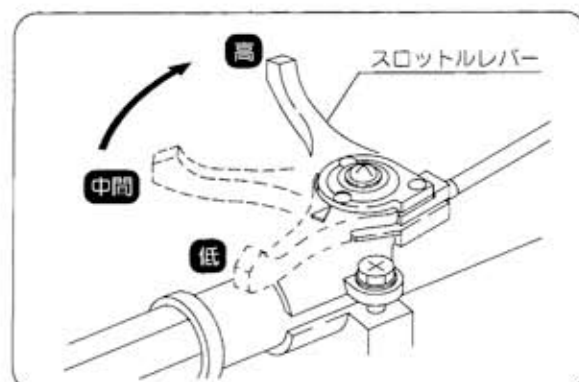

図36
- ③ スロットルレバーでエンジンの回転を徐々に上げて、速度を調節します。(図36)